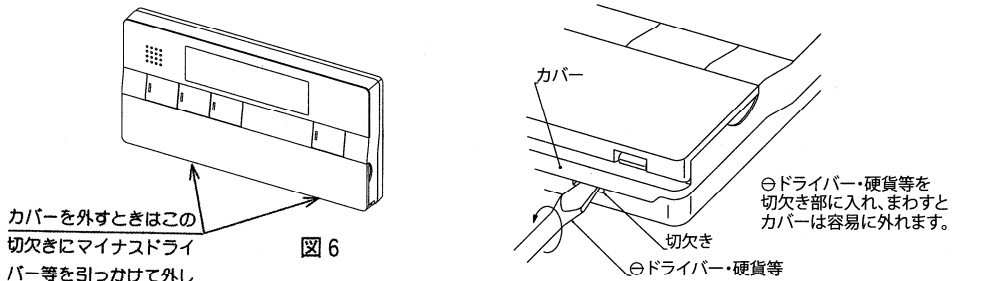

図6
4. リモコンの2ヶ所の切り欠きにφドライバー等を引っかけてカバーをはずしてください。(図6) スピーカー部のテープは6の作業が終了するまで、はがさないでください。